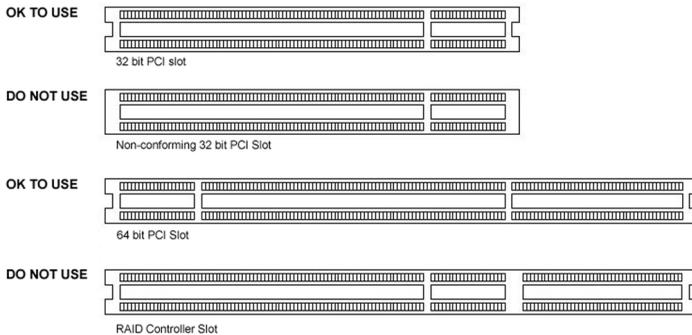

Figure 5: Slot per scheda PCI e RAID
Sebbene la BarcoMed Nio sia una scheda a 64 bit, può essere installata in slot PCI da 64 o 32 bit. L'installazione in uno slot PCI a 32 bit comporterà tuttavia una riduzione delle prestazioni. La figure 5 on page 27 mostra i tipi di slot in modo da poter identificare correttamente lo slot da utilizzare per la scheda video BarcoMed Nio.
4. Installare la scheda video BarcoMed Nio in uno slot PCI libero a 64 bit o 32 bit (per alcuni esempi di slot, vedere la figure 5 mostrata sopra). Assicurarsi che la scheda video sia saldamente fissata nello slot.